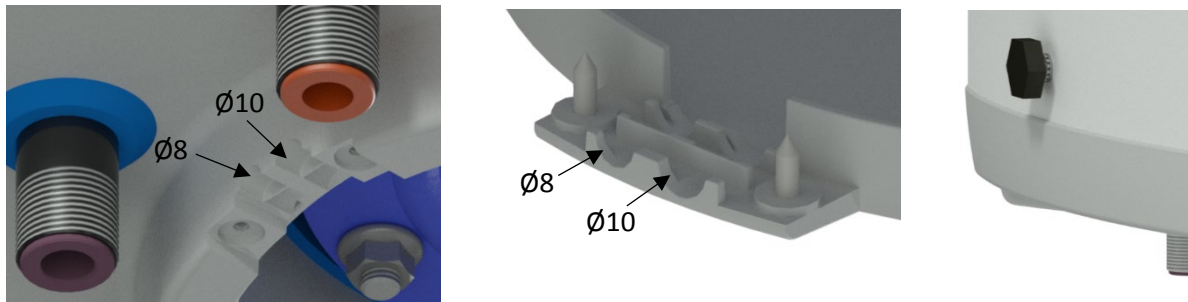
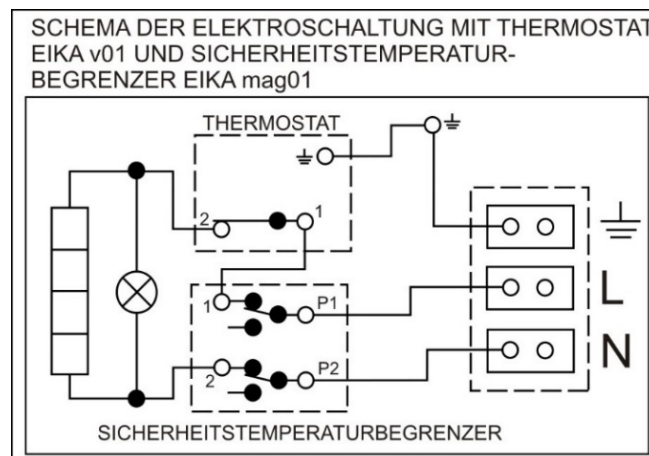

Abbildung 8
Abbildung 9
Der Anschluss ist laut Anschlusschema durchzuführen. Der im Werk vorgenommenen Anschluss darf nicht geändert werden! (Abbildung 9). Die Trennwand in der Abdeckung der Elektroinstallation entfernen, die dem Durchmesser des Zuleitungskabels, also  $\phi 8$  oder  $\phi 10$  (Abbildung 8) entspricht. Die elektrischen Teile des Warmwasserbereiters haben die Schutzklasse IP 44. Der Leistungsbedarf des Warmwasserbereiters beträgt 2200 W.
- Das Schema des Elektroanschlusses ist dem Warmwasserbereiter am Gehäuse der Elektroinstallation (Abbildung 9) beigelegt.